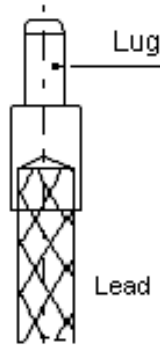

Fig. 12
- forare la parte inferiore del capocorda (fig. 12): il foro deve avere un diametro di almeno 2 mm più grande del conduttore e almeno 2 mm inferiore del diametro esterno del capocorda;
- fissare un golfare al foro filettato M12 sulla testa del capocorda (fig. 12) e legare ad esso una cordicella;
- allineare il foro del capocorda con il foro del tubo centrale del passante e fermarlo con la spina di fissaggio (6) precedentemente rimossa;
- assicurarsi che la guarnizione sia correttamente alloggiata e riposizionare il terminale superiore, tenendolo il più possibile centrato sull'asse del passante. Tale terminale superiore blocca la spina di fissaggio del capocorda. Avvitare le viti (4) che bloccano in terminale superiore e serrarle con una coppia di circa 13 Nm. La guarnizione tra terminale superiore e testa del passante assicura la perfetta ermeticità; per tale motivo è necessario avvitare bene il terminale superiore prima di effettuare il riempimento (sottovuoto) di olio nel trasformatore. Il morsetto da fissare sul terminale superiore deve essere di materiale compatibile. Pulire bene il terminale superiore e, nel caso, applicare uno strato di grasso per contatti elettrici e fissare il morsetto a tale terminale superiore.